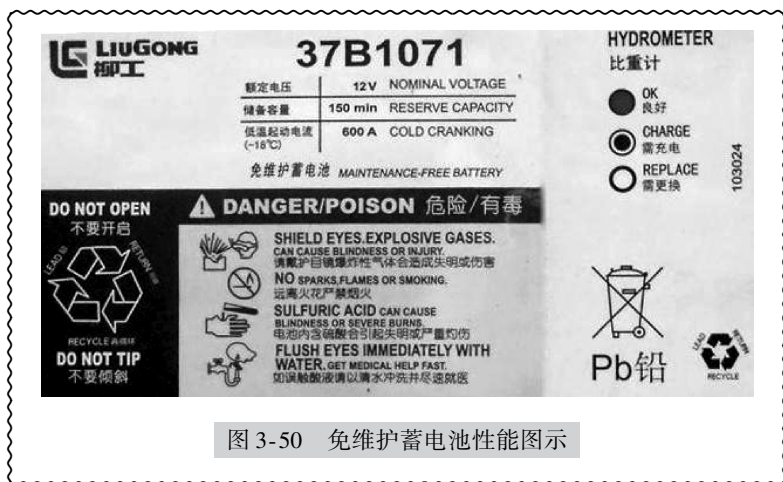

图 3-50 免维护蓄电池性能图示
① 要在通风良好的地方进行充电, 并把蓄电池从车辆上拆卸下来, 取下蓄电池的顶盖, 使积聚的氢气扩散, 防止爆炸。
② 设定充电器的电压, 使其与被充电的蓄电池电压相符合。如果电压设定错误, 则可能使充电器过热, 甚至着火, 并可能引起爆炸。
③ 把充电器的正 (+) 极充电夹连接到蓄电池的正 (+) 极, 然后把负 (-) 极充电夹连接到蓄电池的负 (-) 极, 一定要将充电夹紧固在极柱上。
④ 如果蓄电池的充电率低于 1/10, 则应进行高速充电, 并把数值设定在蓄电池的额定容量之下。如果充电电流过大, 则可能引起电解液泄漏或蒸发, 甚至导致着火或爆炸。
⑤ 要正确把握叉车蓄电池的充电时机, 如起动无力 (非机械故障引起) 时; 前照灯灯光暗淡, 照明电力不足时; 电解液密度降到 1.20 以下时; 夏季放电超过 50%, 冬季放电超过 25% 时, 都应及时进行补充充电。
(2) **免维护蓄电池的使用与维护** 免维护蓄电池在使用与保养时，应对其电解液的比重进行检查。大多数免维护蓄电池在蓄电池盖上设有一个孔形液体（温度补偿型）比重计，它会根据电解液比重的变化而改变颜色，可以指示蓄电池的存放电状态和电解液液位的高度。当比重计的指示孔呈绿色时，表明电量充足，蓄电池工作正常；当指示孔呈深绿色甚至黑色时，表明蓄电池需要充电；当指示孔呈淡黄色时，表明蓄电池内部有故障，需要修理或进行更换，如图 3-50 所示。使用中还应注意以下事项：